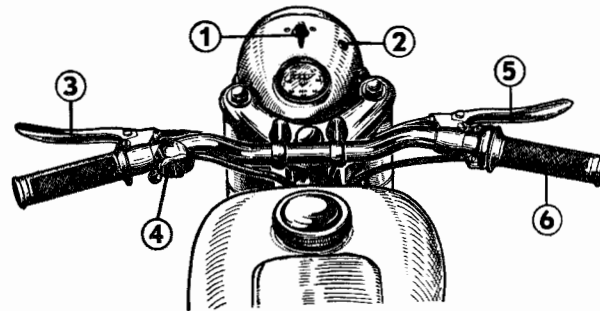

Fig. 2
1. **La clef de contact**, sur le phare, actionne le commutateur du circuit d'allumage du moteur et des phares (tourner à gauche ou à droite). (Fig. 2, n° 1.)
2. **La lampe témoin**, sur le côté droit du phare, s'allume lors de l'établissement du contact et s'éteint lorsque la dynamo donne le débit normal. (Fig. 2, n° 2.)
- a) **le levier de débrayage** (fig. 2, n° 3);
- b) **le contacteur de phare** de croisement et de route, juxtaposé au **bouton de l'avertisseur** (fig. 2, n° 4).
- c) **le levier du frein avant** (fig. 2, n° 5);
- d) **la poignée tournante des gaz**, qui commande la marche du moteur (fig. 2, n° 6).